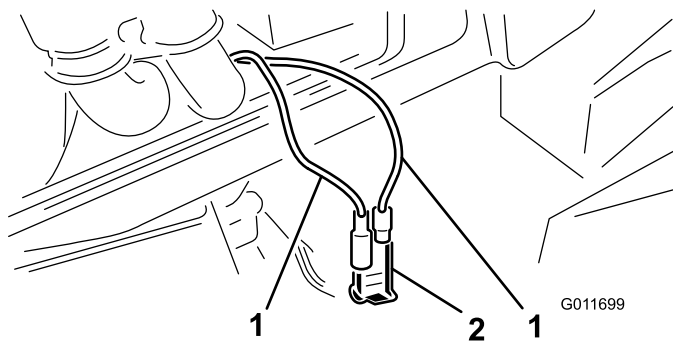

Figura 59
3. Localize os dois fios do jumper do contrapeso com tampa no interior do compartimento (Figura 59).